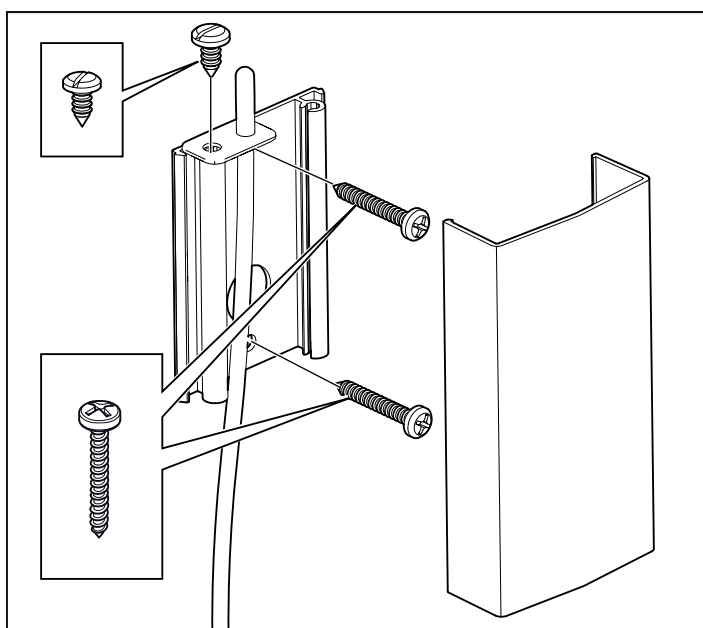
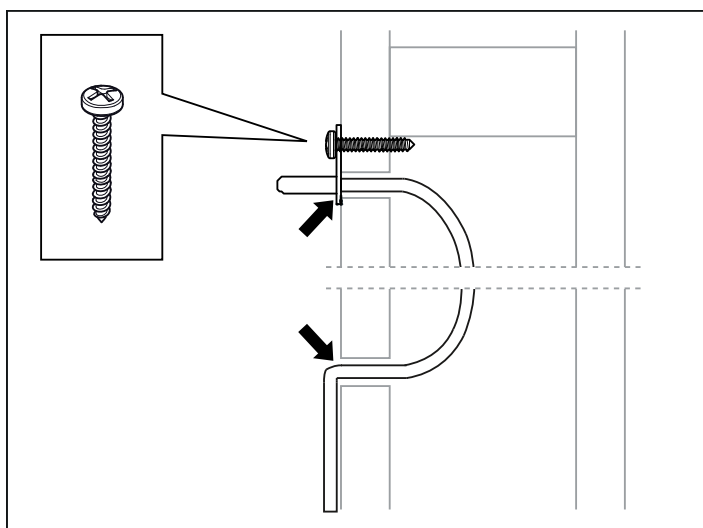

Рисунок 9: Установка датчика
Рисунок 10: Уплотните любые отверстия
8. Установите датчик на стене (см. рис. 9). Провод термистора также может быть проведен через стену. Уплотните любые отверстия в стене за датчиком, см. рис. 10, провод термистора может быть расширен за пределы сауны с низковольтным кабелем (2-проводной).